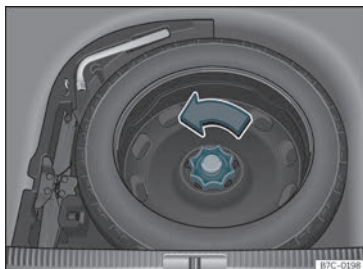

Fig. 268 Al maleter: pis de càrrega alçat.
- Gireu la rodeta en sentit contrari al de les agulles del rellotge »» fig. 268.